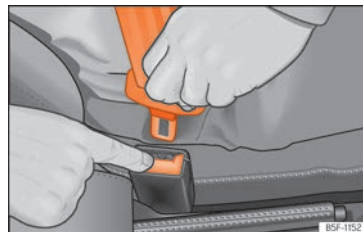

Abb. 11 Schlosszunge vom Gurtschloss lösen.
- Rote Taste im Gurtschloss drücken »» **Abb. 11**. Die Schloszunge springt heraus.